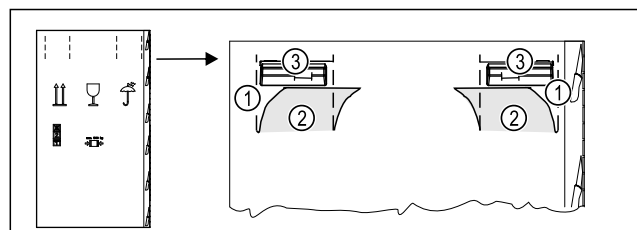

Fig. 5
- ▶ Druk het verpakkingskarton aan de bovenkant van de perforatie Fig. 5 (1) in.
- ▶ Trek de ingedrukte lipjes Fig. 5 (2) naar buiten.
- ▶ De draagbeugel Fig. 5 (3) is rechts en links zichtbaar.
- ▶ Houd het apparaat vast aan de draaggrepen Fig. 5 (3).